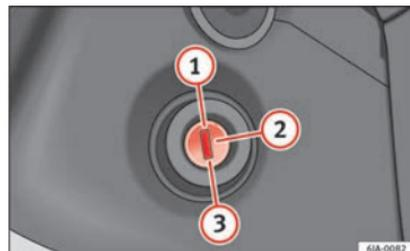

Fig. 171 Positions de la clé de contact.
- Au cours de la conduite avec le moteur à l'arrêt, la clé de contact doit toujours se trouver dans la position ② » **fig. 171** » page 162 (contact d'allumage mis). Cette position est indiquée par l'allumage des témoins de contrôle. Dans le cas contraire, le blocage intempestif de la direction pourrait survenir - risque d'accident !
- Il est possible d'actionner le démarreur (position de la clé de contact ③ » **fig. 171** » page 162) uniquement si le moteur est à l'arrêt. En actionnant le démarreur avec le moteur en mouvement, les butées peuvent être endommagées.
- Appuyez à fond sur la pédale d'embrayage puis démarrez le moteur ③ »» **fig. 171** »» page 162, sans appuyer sur la pédale d'accélérateur. Maintenez la pédale d'embrayage enfoncée jusqu'à ce que le moteur démarre.
- Relâchez la clé de contact dès que le moteur démarre. La clé revient en position ②.
- Au bout de 10 secondes, si le moteur ne démarre pas, replacez la clé sur la position ①. Renouvelez l'opération après 30 secondes.
Coupez le moteur en tournant la clé de contact jusqu'à la position ① »» **fig. 171** »» page 162.